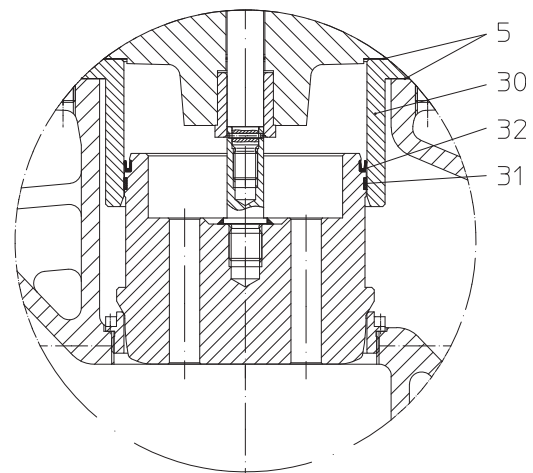

Bild 11: Druckentlastungskegel
- Neue Kolbendichtung (Pos. 32) einsetzen, dabei auf richtige Einbaulage achten (siehe Bild 11).